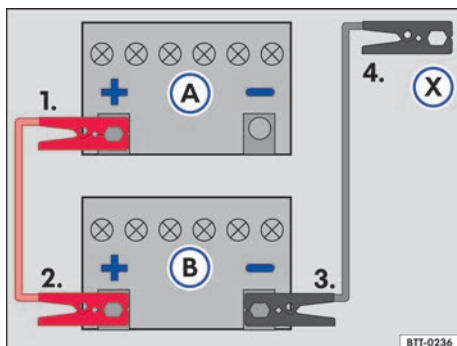

Fig. 176 Esquema para a conexão dos cabos auxiliares de partida: bateria do veículo descarregado (A) e bateria do veículo fornecedora de corrente (B).
Legenda para → Fig. 176:
Conectar o cabo auxiliar de partida somente na sequência 1 - 2 - 3 - 4 → Fig. 176.
- Conectar uma extremidade do cabo auxiliar de partida *vermelho* ao polo positivo (+) do veículo com a bateria do veículo descarregado → Fig. 176 (A) → ⚠️.
- Conectar a outra extremidade do cabo auxiliar de partida *vermelho* ao polo positivo (+) do veículo fornecedor de corrente (B).
- Conectar uma extremidade do cabo auxiliar de partida *preto* (X) no veículo com a bateria do veículo descarregado em uma peça maciça de metal aparafusada firmemente ao bloco do motor ou no próprio bloco do motor - porém não nas proximidades da bateria (A) → ⚠️.